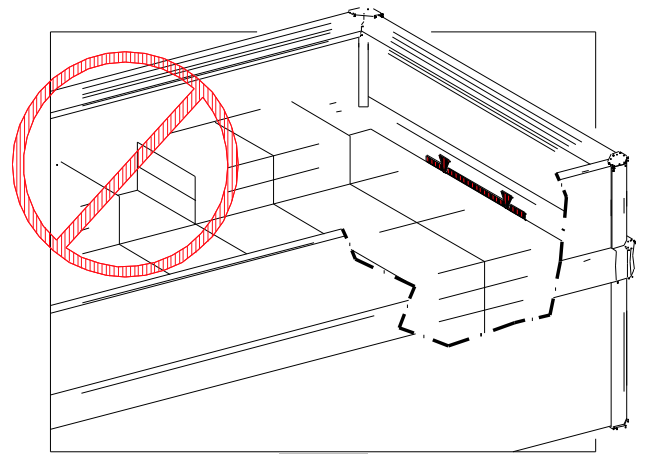

FIG. 12
- Non superare mai la linea di carico massimo riportata all'interno dell'isola (FIG. 12):